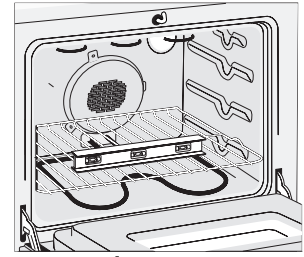

Figura 11
- Nivele la estufa. El piso donde la estufa se va a instalar tiene que estar nivelado** (Figura 11).